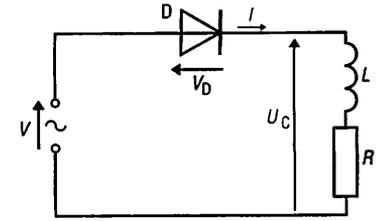

Fig. 8 : Redressement avec charge inductive.
d) Cas d'une charge inductive (fig. 8)